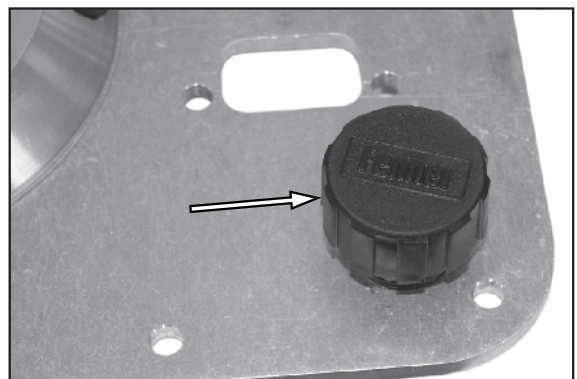

Abbildung 7.
3. Siehe Abbildung 7. Entfernen Sie den Tankdeckel und installieren Sie einen sauberen Trichter mit einem Filter.